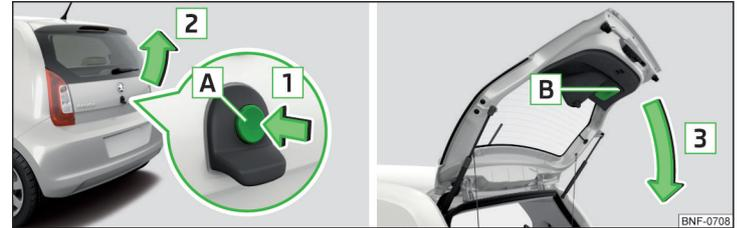

Abb. 31 Gepäckraumklappe öffnen/schließen
Die Taste **A** » Abb. 31 auf Seite 42 wird beim Anfahren bzw. ab einer Geschwindigkeit von mehr als 9 km/h deaktiviert. Nach dem Anhalten und Öffnen einer Tür wird die Taste wieder aktiviert.
- Zum **Öffnen** die Taste **A** in Pfeilrichtung **1** drücken » Abb. 31.